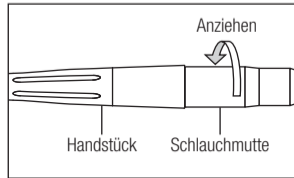

Abb. 4
- 1) Führen Sie das Handstück ordnungsgemäß in den Schlauchanschluss ein und ziehen Sie die Schlauchmutter an. (Abb. 4)